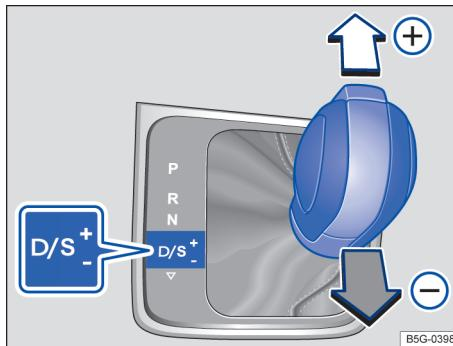

Fig. 115 Alavanca seletora na posição Tiptronic (veículos com o volante à esquerda). Em veículos com o volante à direita, a disposição é simétrica.
- Para trocar para uma marcha mais longa ou mais curta, empurre levemente a alavanca seletora para frente  ou para trás  → Fig. 115.